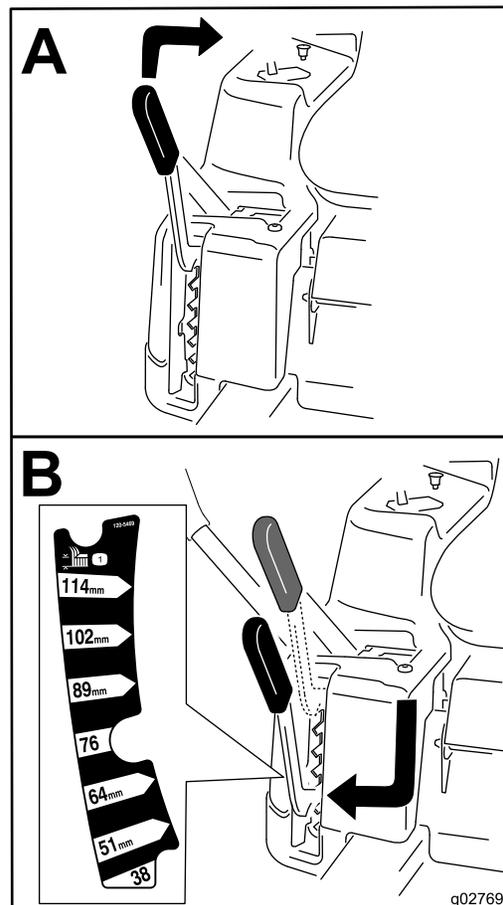

Figura 26
**Nota:** La posición de transporte es la posición de altura de corte más alta, 115 mm, según se muestra en la Figura 26.
La altura de corte se controla con la palanca situada a la derecha del puesto del operador (Figura 26).